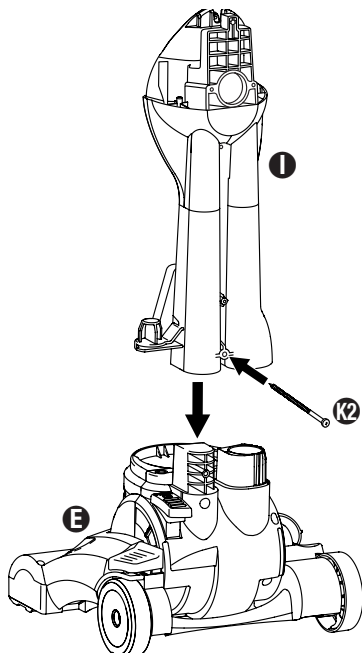

FIG. 1
Step 1: (FIG. 1) Assemble the rear housing ① to the base ⑤ by sliding it on top of the base and attaching to the base using a long screw provided ⑫.
Étape 1 : (FIG. 1) Fixez le boîtier arrière ❶ à la base ❷ en le glissant sur le dessus de la base et attachez-le à celle-ci à l'aide d'une longue vis ❸ fournie avec l'appareil.
Paso 1: (FIG. 1) Instale el alojamiento trasero ❶ en la base ❷ deslizándolo sobre la misma y fijándola usando el tornillo largo ❸ proporcionado.